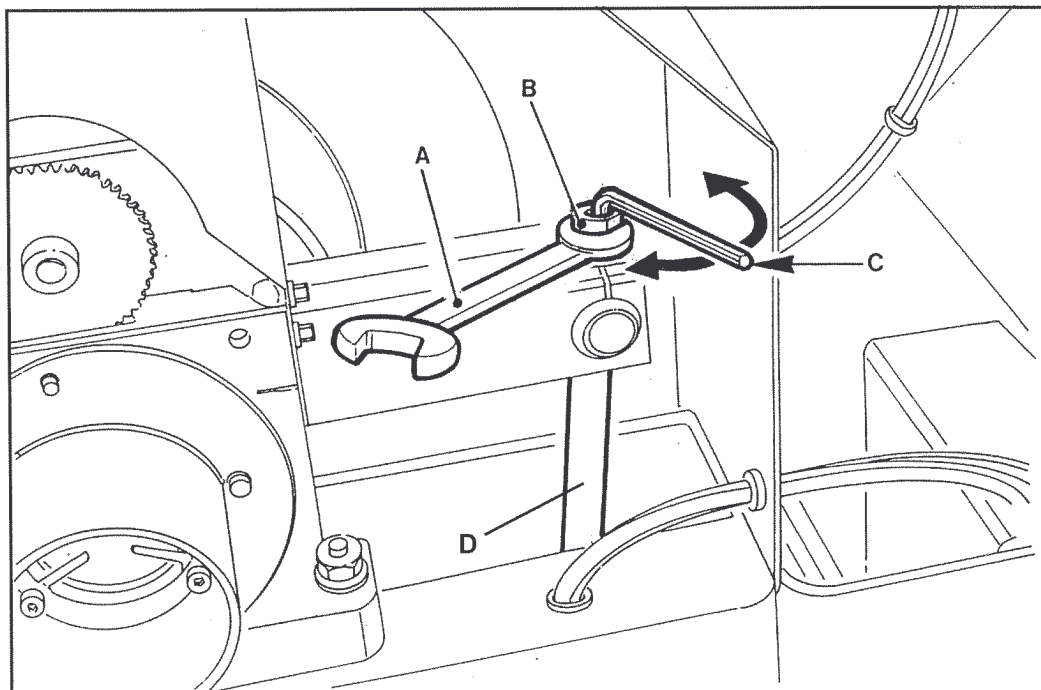

Fig. 09-10
- Con la chiave 'A' allentare il controdado 'B', quindi, ruotando la chiave 'C', regolare la posizione dello stelo del cilindro 'D' (Fig. 09-10).